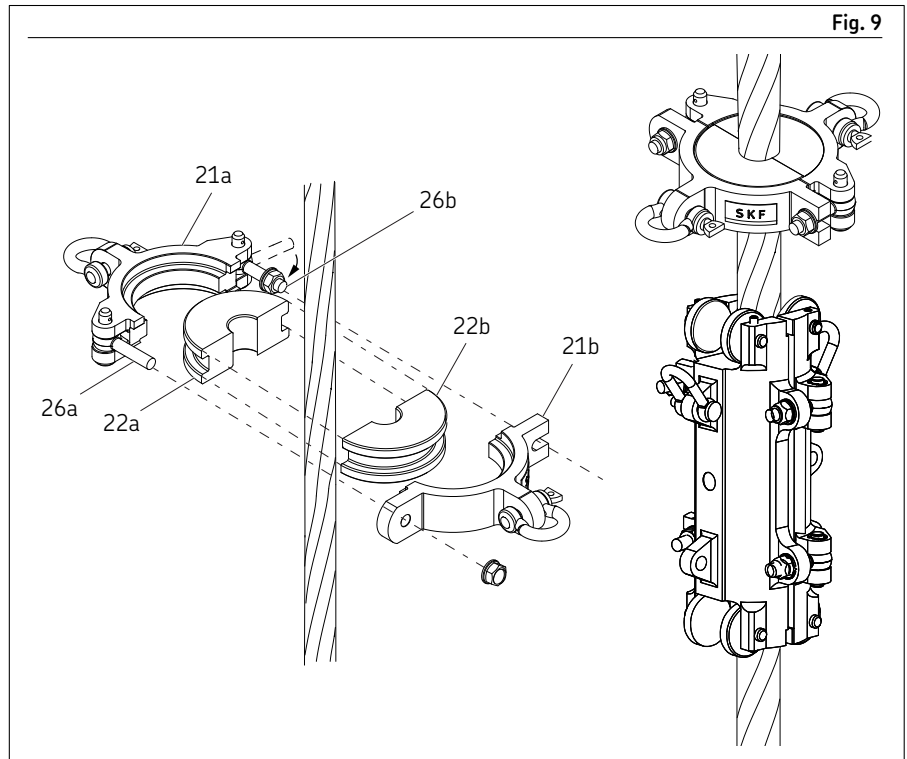

Fig. 9
- 2 Plasser halve foringen (22a) i den ene halvdel av støtten (21a) og still dem på linje med tauet (→ Fig. 9).
- 6 Skyv skruen (26b) i lukket stilling og stram til for å låse støtten (21) på tauet.